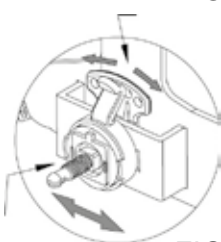

FIG. 8
- Ajuste o ângulo de visão afrouxando o botão de tensão do arnês no lado direito do capacete. Solte a alavanca de ajuste, gire-a para frente ou para trás para a posição de inclinação desejada. Depois de soltar a alavanca, o capacete trava no lugar (Fig. 8).